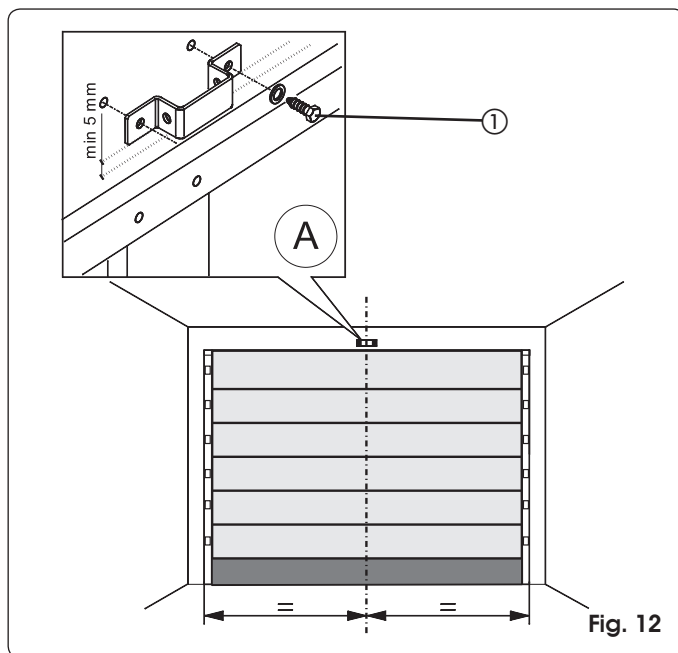

Fig. 12
- 1) Tracciare sull'architrave una linea corrispondente alla mezzzeria verticale della porta (Fig. 12).
- 3) Posizionare la staffa di fissaggio dell'attacco anteriore con il bordo inferiore almeno 5 mm al di sopra del punto di intersezione delle linee e centrato con la linea verticale (Fig. 12). Fare riferimento anche al paragrafo 7.2, per il corretto posizionamento della staffa rispetto al punto di attacco sulla porta.
- 5) Procedere alla foratura ed al montaggio, tramite le viti (rif. ① Fig. 12) **NON** fornite a corredo.